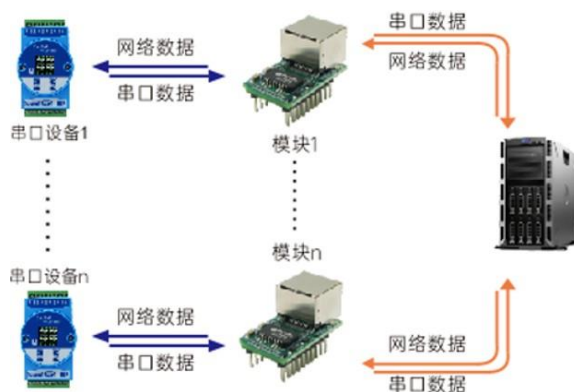
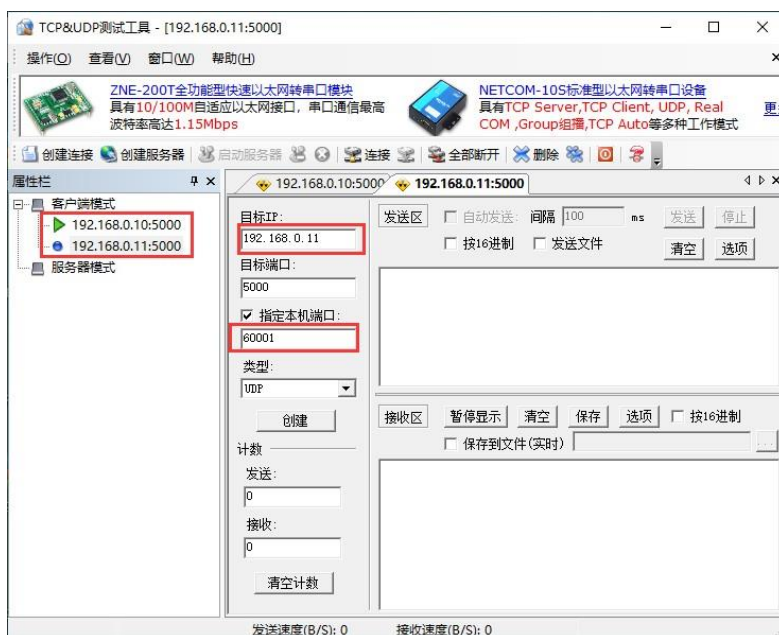
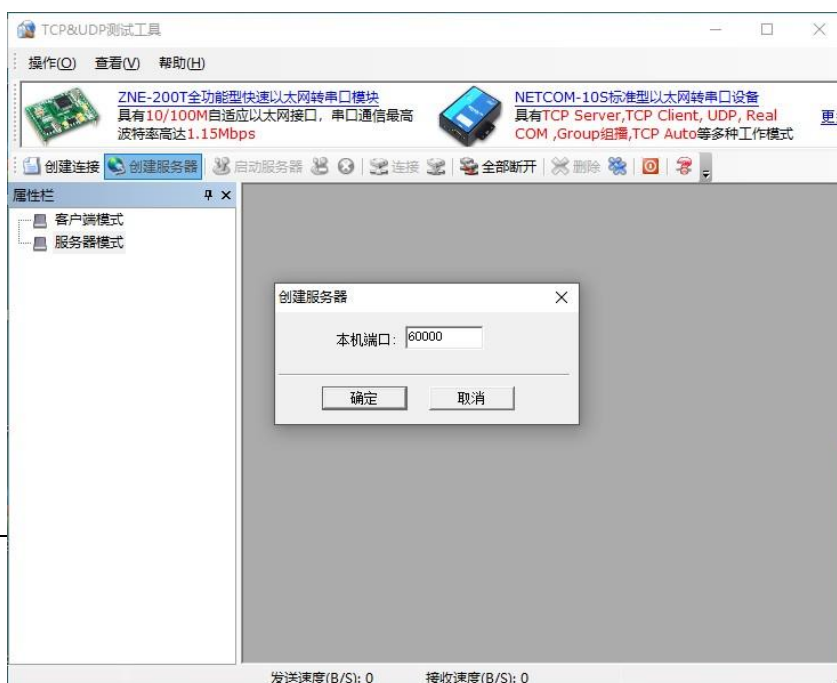
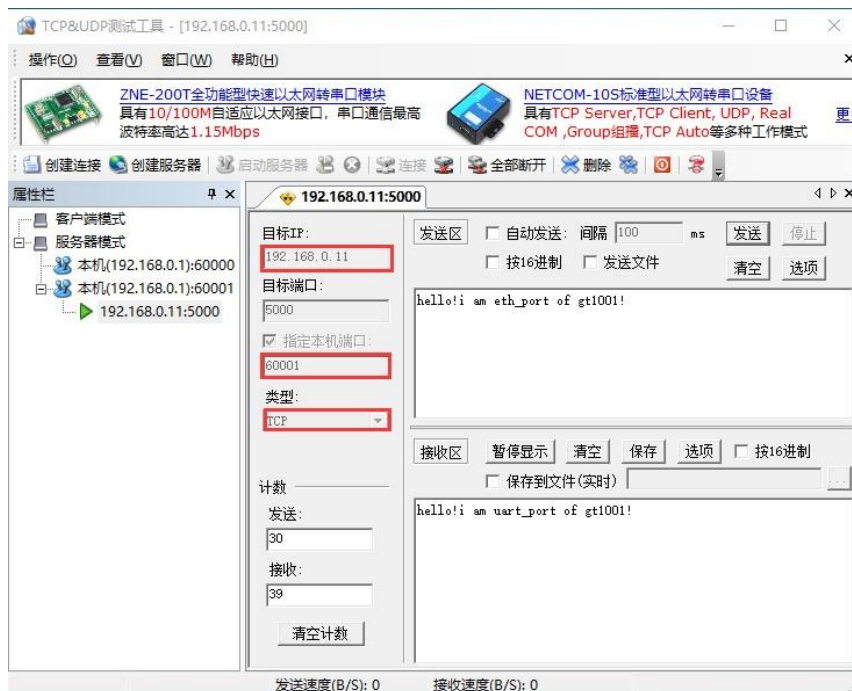

Abbildung 6-9 Diagramm für die Kommunikation mehrerer Geräte mit einem Computer
Abbildung 6-10 Schnittstelle für die Kommunikation zwischen PC und mehreren seriellen Geräten
Abbildung 6-13 Erstellung eines TCP-Servers
Abbildung 6-15 Bildschirm mit den Servereinstellungen für mehrere PCs
(6) In diesem Modus können mehrere Module an denselben Computer angeschlossen werden, um mit mehreren seriellen Geräten gleichzeitig zu kommunizieren, wie in Abbildung 6-9 dargestellt. In diesem Fall kann der entsprechende Client mit der in 6-7 gezeigten Setup-Methode hinzugefügt werden, wie in Abbildung 6-10 dargestellt.
3) Setzen Sie die IP-Adresse des Computers auf 192.168.0.1 (dieselbe wie die im Modul eingestellte Remote-IP-Adresse) öffnen Sie das "TCP&UDP Test Tool", erstellen Sie einen Server-Port, der auf 60000 eingestellt ist, und setzen Sie andere Parameter wie in Abbildung 6-13 gezeigt.
(6) In diesem Modus können mehrere Module an denselben Computerserver angeschlossen werden, um mit mehreren seriellen Geräten gleichzeitig zu kommunizieren (siehe Abbildung 6-9). In diesem Fall kann der entsprechende Server mit der in Abbildung 6-13 gezeigten Einrichtungsmethode hinzugefügt werden, wie in Abbildung 6-15 gezeigt.